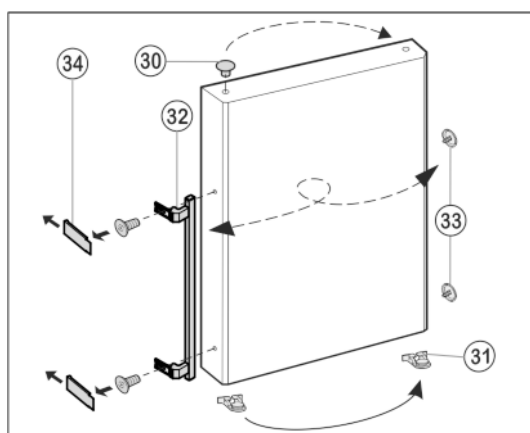

Fig. 10
- ▶ Izvadite čepove Fig. 10 (30) iz čahura ležaja vrata i premjestite ih.
- ▶ Skinite ručku na vratima Fig. 10 (32), čepove Fig. 10 (33) i pritisne ploče* Fig. 10 (34) i premjestite ih na suprotnu stranu.